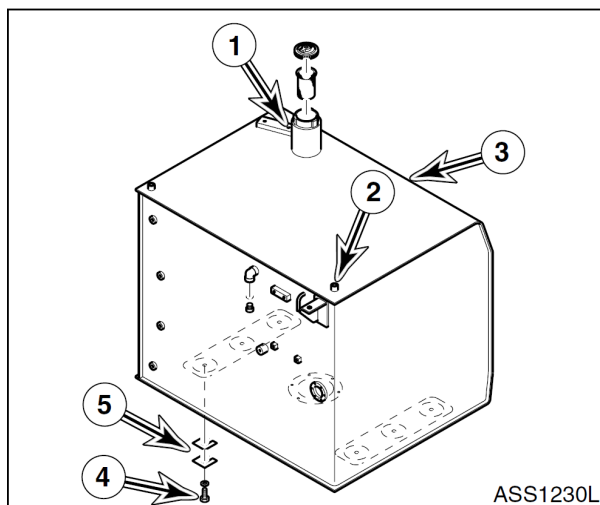

Рис. 11
2. Поставить топливный бак (3, рис. 11) на нужное место. Вставить шесть болтов с гайками (4) и затянуть их руками, чтобы закрепить бак на раме.
3. Вставить прокладки (5, рис. 11), чтобы не допустить качания бака (3) или перенапряжения от крепежных болтов (4).
4. После установки прокладок затянуть крепежные болты (4, рис. 11).